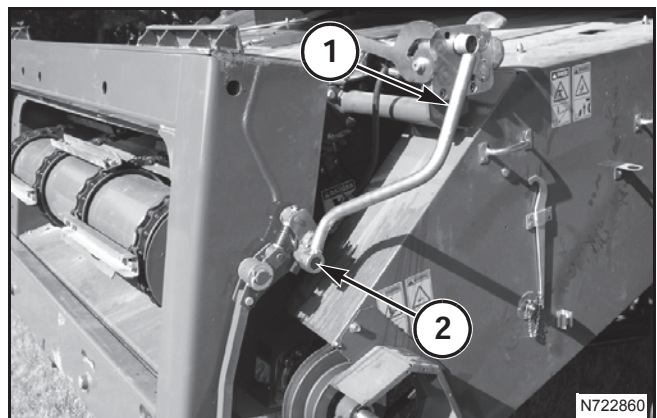

FIG. 6
FIG. 6: Instale la llave de ajuste de la plataforma (1) sobre los tonillos hexagonales (2) del receptáculo de la traba y gire el conjunto de la traba superior en el sentido antihorario para trabar los ganchos en la plataforma.